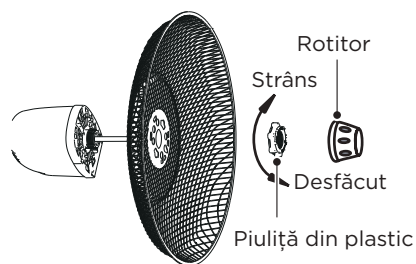

Fig.7
- 1 Deșurubați filatorul în sensul acelor de ceasornic (sau scoateți filatorul din pungă) și piulița de plastic în sens invers acelor de ceasornic pentru a le scoate pe ambele. Fixați grila posterioară pe motor, apoi strângeți din nou piulița de plastic. (Fig.7)